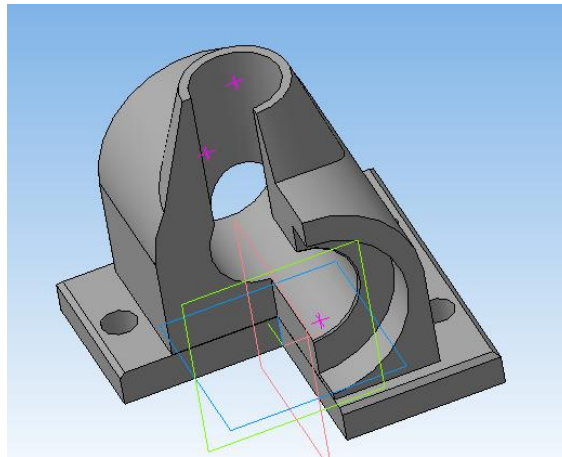

Рис. 12.
14. Вырез четверти модели создайте при помощи команды *Сечение по эскизу* . Сравните с результатом (рис. 12).